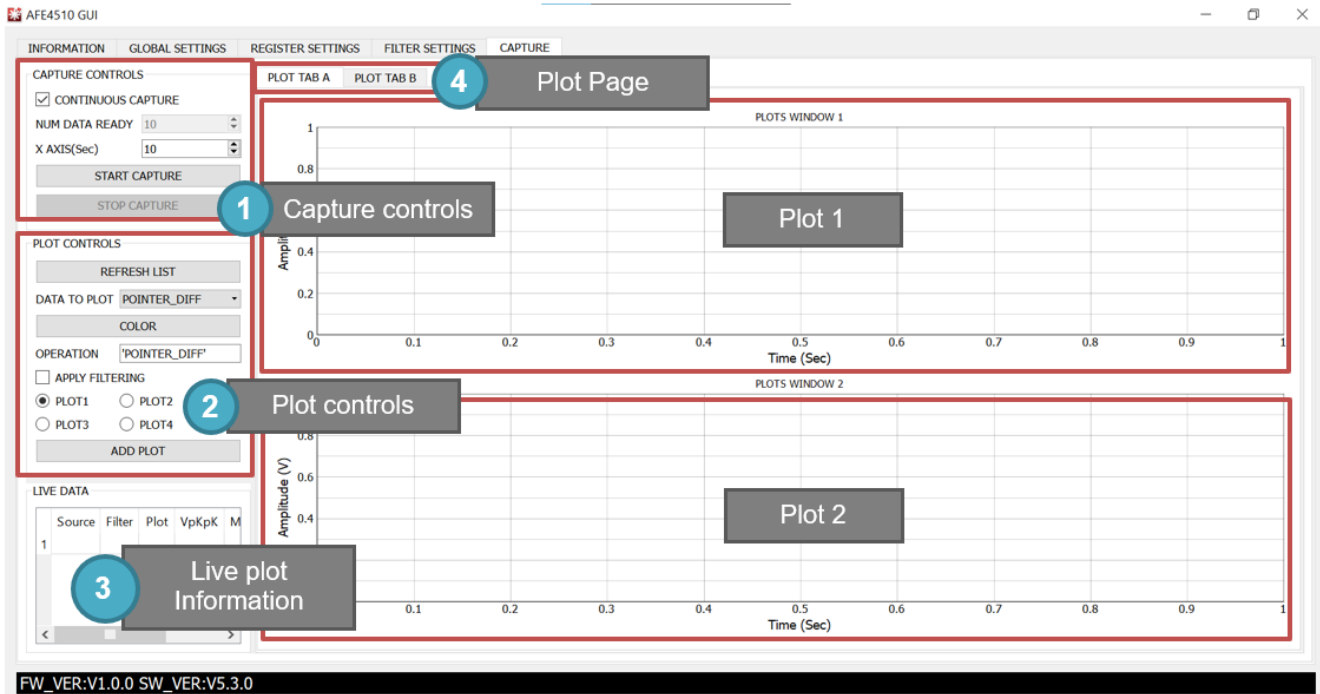

图 3-7. EVM GUI 的 “Capture” 页面
“Capture” 页面窗口如图 3-7 所示。
- 绘图控制项：**配置要用于绘图的数据。按照以下步骤操作，请参阅图 3-7。